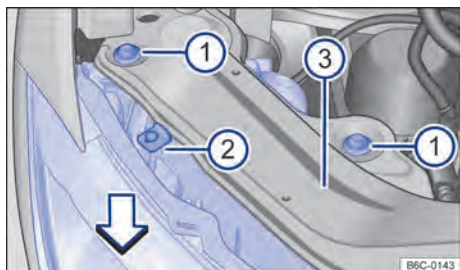

Fig. 160 En el compartimiento del motor: tornillos de fijación del faro delantero.
- Quitar los tornillos de fijación → fig. 160 ① con ayuda de una llave torx.
- Mover el faro hacia delante, en la dirección de la flecha → fig. 160, hasta que los dos clics de la parte inferior se desacoplen y permitan retirar el faro.
- Desencajar el conector de alimentación para retirar por completo el faro → ①.
- Volver a colocar el faro con cuidado hasta que los dos clips inferiores encajen y el tope superior → fig. 160 ② apoye en el soporte del faro ③.
- Volver a colocar los tornillos de fijación ① en la carcasa del faro.
- Presionar el faro contra el tope central superior ② y apretar los tornillos ① con la llave torx.